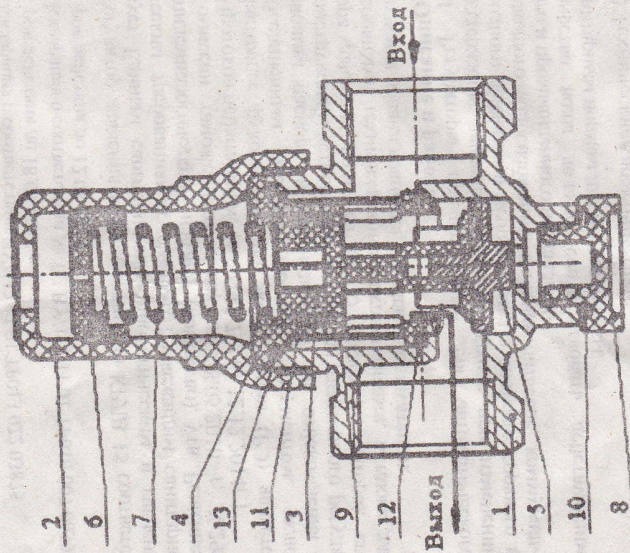

Рис. 1 Регулятор давления воды квартирный КРДВ 15
3.3 Очистку сетки-фильтра (9) проводить в следующем порядке:
- снять крышку (2), вынуть блок регулировки.
**ВНИМАНИЕ!** На крышку (2) воздействует пружина (7), поэтому перед ее открыванием необходимо обеспечить поджатие крышки.
- снять сетку-фильтр (9) и промыть ее до полного удаления осадка, при необходимости использовать кисть;
- установить сетку-фильтр на место, вставить блок регулировки в корпус регулятора (1), при этом уплотнительные кольца должны быть установлены согласно рис. 1;